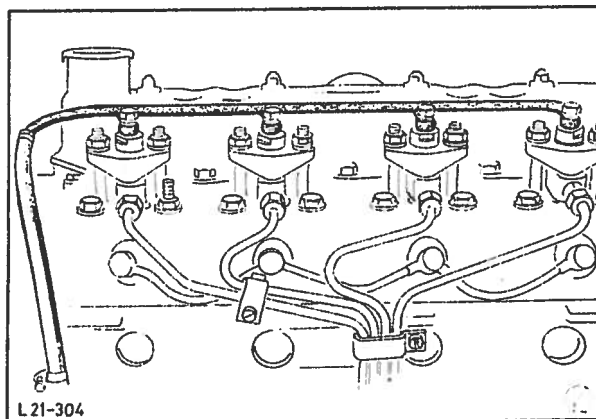

Fig. 85 Montering av oljespillrør.
64. Fest oljespillrørene til dyser og innsprøytningspumpe, fig. 85.